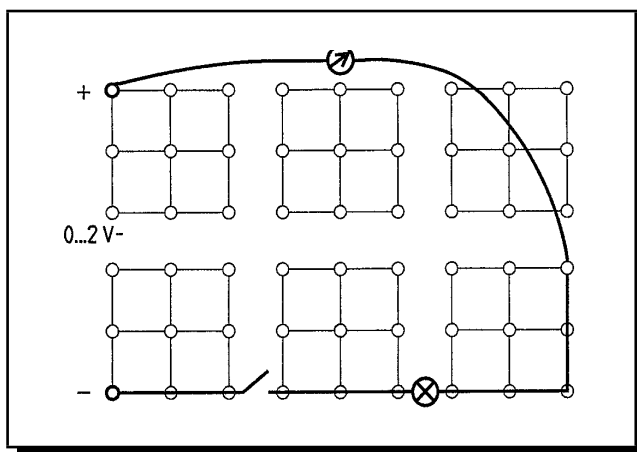

Figura 3.27: Funcionamiento del galvanómetro
- 2 Monte el circuito de la Figura 3.27, donde el símbolo de la flecha significa galvanómetro, el cual se conecta a la bobina.